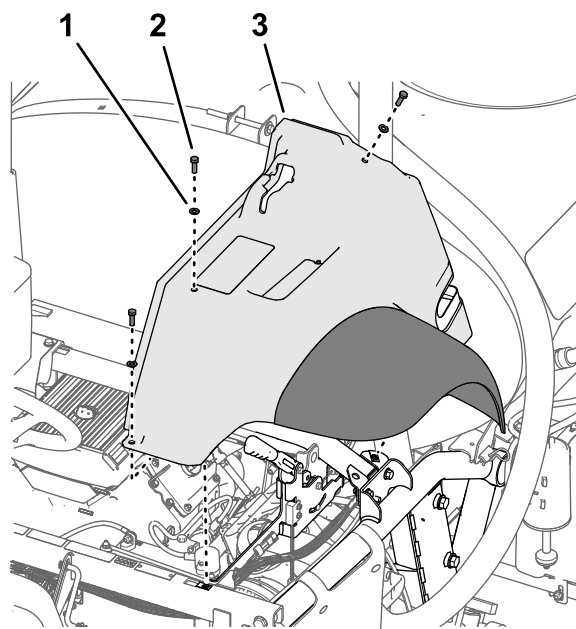

Рисунок 216
4. Установите, не затягивая, крыло на раму (Рисунок 216) при помощи трех болтов (5/16 x 1 дюйм) и трех шайб (5/16 дюйма), снятых при выполнении пункта 2 раздела Демонтаж левого и правого передних крыльев (страница 13).